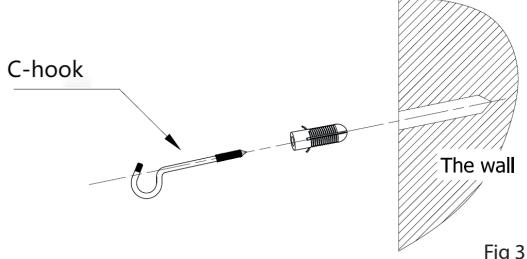

Fig 3
2. Colocar 2 tubos de expansão nos orifícios e, em seguida, fixar os 2 "acessórios exteriores" na parede com os parafusos C-hook. Por favor, veja a Fig. 3.